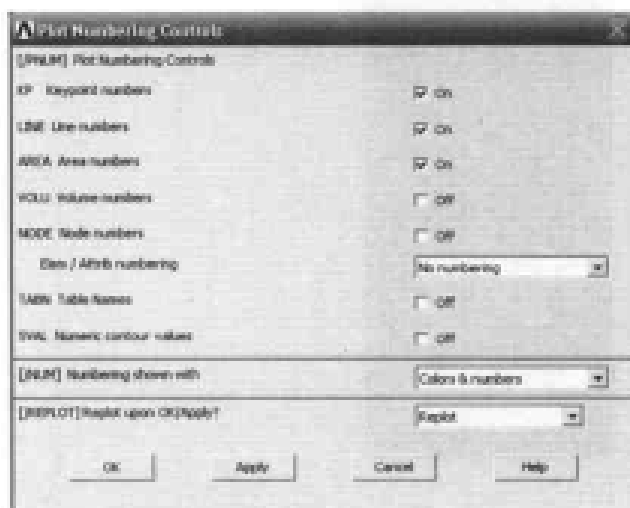

图 9-11 编号显示控制对话框
(3) 选择 Utility Menu | PlotCtrls | Numbering 命令，出现 Plot Numbering Controls 对话框，分别选择 KP Keypoint numbers、LINE Line numbers、AREA Area numbers，使其状态从 Off 变为 On，其余选项均采用默认设置，如图 9-11 所示，单击 OK 按钮关闭该对话框。